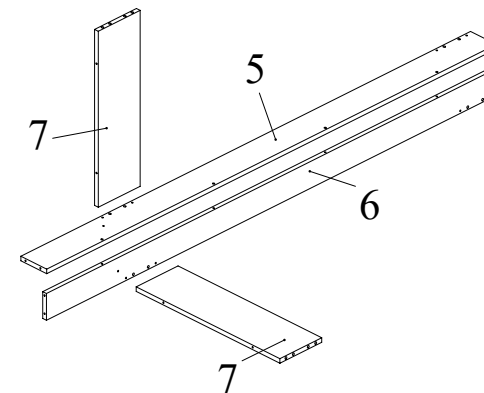

Рис.5
- Соединить при помощи конфирматов 7x50 опоры 5, 6 (Рис. 5).
- Установить царги 7 на опоры 5, 6 и зафиксировать, повернув конфирматным ключом головки минификсов по часовой стрелке до упора (Рис. 5).